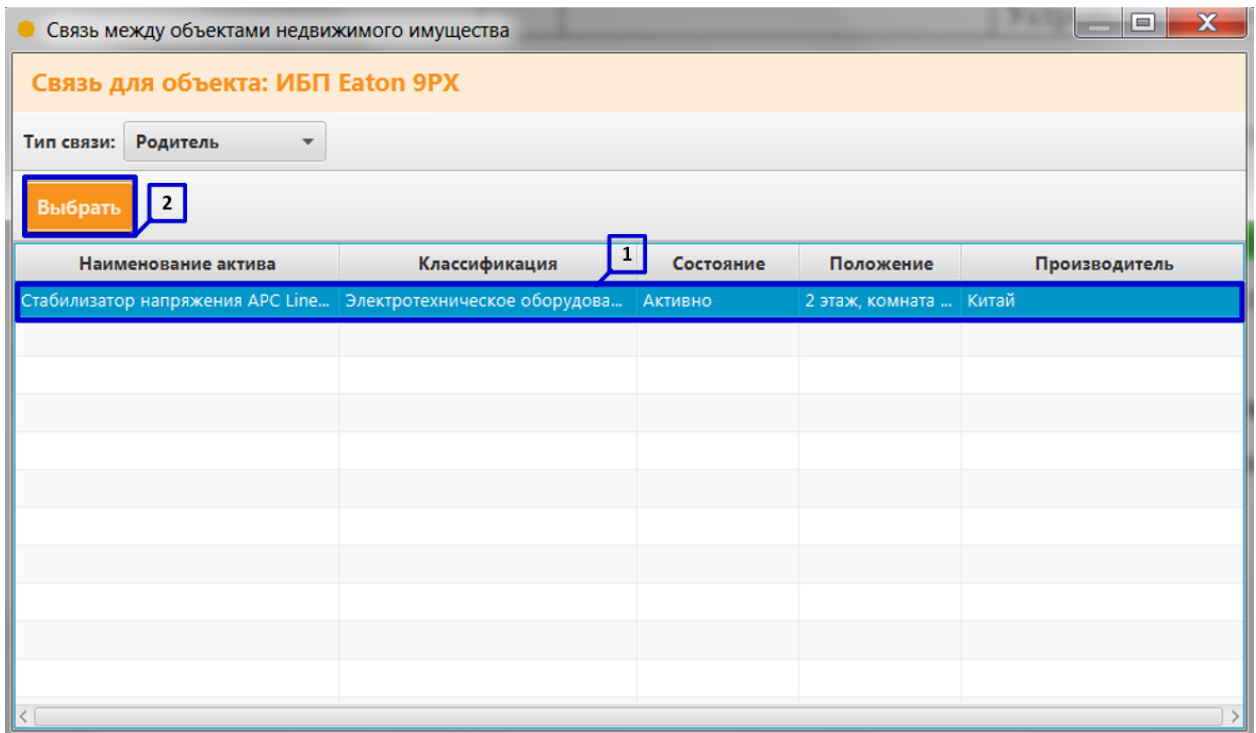

Рисунок 28. Установление связи между активами вкладка «Связанные активы»
(Рисунок 28 пункт 1);
21. Нажмите на клавишу «Выбрать» **(Рисунок 28 пункт 2);**